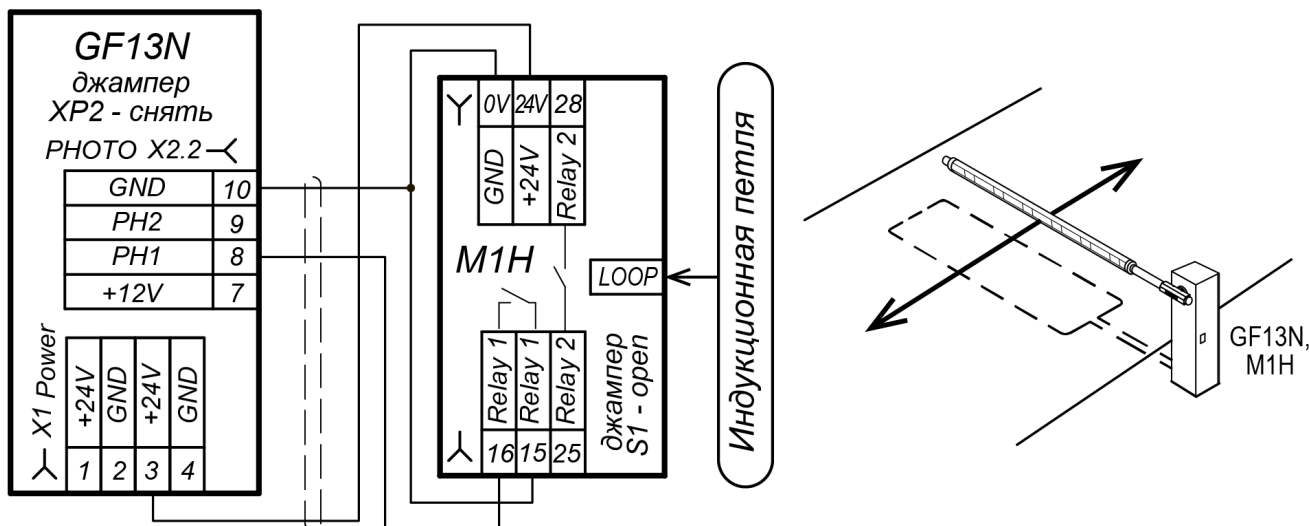

Рисунок 13. Схема подключения одноканального датчика M1H в качестве элемента безопасности и датчика проезда
Снятие или установку стрелы производите при снятых балансирующих пружинах (см. разд. 8.6.4). Переведите кронштейн крепления стрелы в горизонтальное положение, для чего вращайте винт (ручку) разблокировки привода (21) по часовой стрелке до упора (см. рис. 13).
1. Снимите дверцу (2), открыв замок ключом.
2. На приводе стрелы переведите рычаг (13) в нижнее положение (см. рис. 13).
Индукционная петля должна быть заранее уложена под дорожным полотном в зоне проезда в соответствии с проектом пункта контроля автотранспорта (парковки). Порядок укладки индукционной петли и установки контроллера см. в эксплуатационной документации на контроллер. Схемы подключения контроллера индукционной петли в качестве элемента безопасности и датчика проезда представлены на рис. 13, 14: